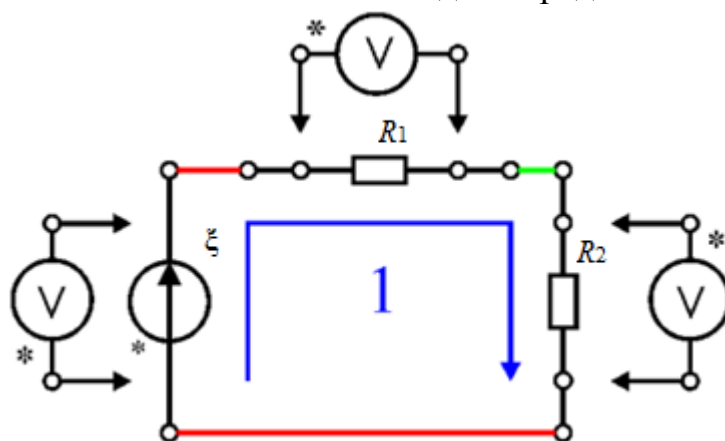

Рис. 10. Схема для проверки закона первого закона Кирхгофа.
2. Соберите схему на монтажной панели как показано на рис. 10, используя резистивные сопротивления, мультиметры и соединительные провода. Сопротивление резисторов R_1 и R_2 , задаются ведущим преподавателем или сотрудником лаборатории. Не рекомендуется использовать резисторы с большим сопротивлением и отличающиеся по значению более чем на два порядка.